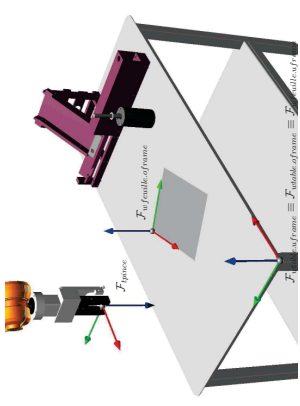

FIGURE 6.9 – Exercice 6.7.
6.7. Le dessin de la figure 6.9 illustre les référentiels  $\mathcal{F}_{feuille}$  et  $\mathcal{F}_{vitable}$  ainsi que le référentiel de l'outil du robot,  $\mathcal{F}_{pince}$ . La feuille sur la table est de format A4 (210 mm  $\times$  297 mm). Dessiner l'outil sur la figure, à la suite des séquences de commandes suivantes :